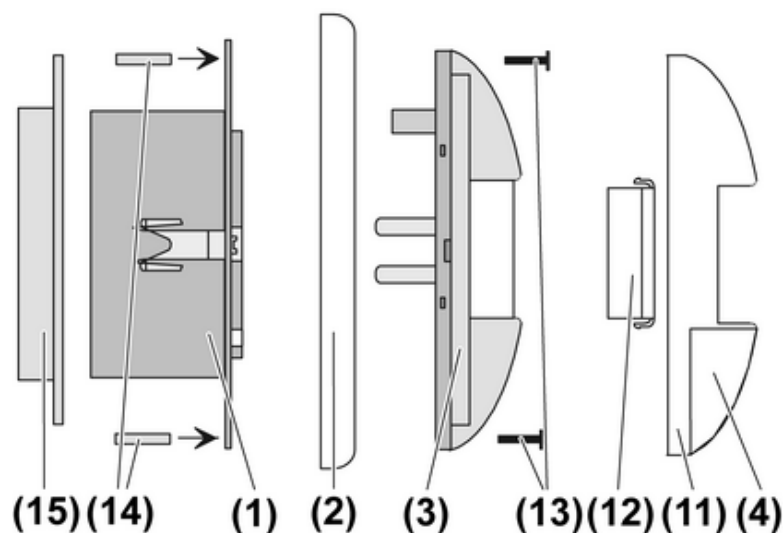
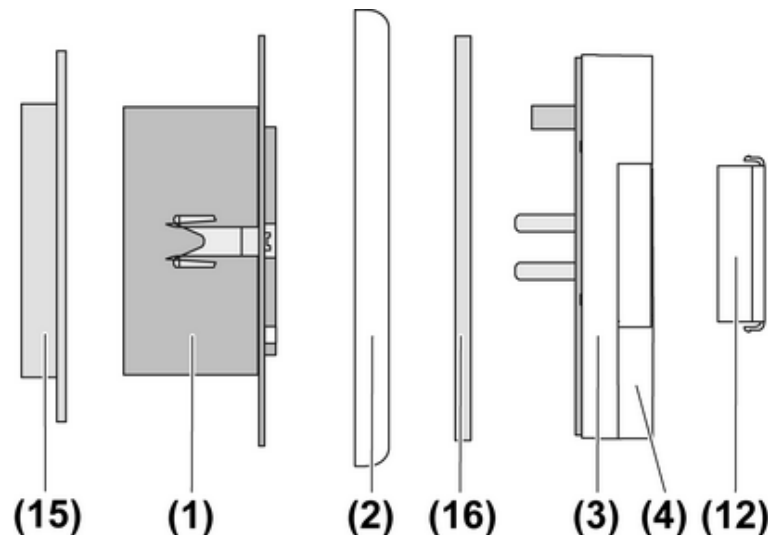

Bild 10: Montage CD- und LS-Programme
Bild 11: Montage AS-, A-Programme und SL500
Je nach Schalterprogramm unterscheidet sich die Montage des Bewegungsmelders, siehe (Bild 10) und (Bild 11).
- Beiliegende rote Gewindestifte (14) für die Diebstahlsicherung in die dafür vorgesehenen Bohrungen des Einsatzes (1) stecken (Bild 10).
- Bei IP44-Montage den Dichtungsflansch (15) in eine Gerätedose nach DIN 49073 einstecken und Unterputz-Einsatz montieren.
- Rahmen (2) positionieren und Bewegungsmelder-Aufsatz (3) aufstecken.
- Bewegungsmelder-Aufsatz mit den beiliegenden Schrauben (13) mit dem Einsatz (1) verschrauben. Dabei die Schrauben nicht zu fest anziehen, da sonst die Gewindestifte (14) beschädigt werden.
- Bei Bedarf Blendenelement (12) in den Designaufsatz (11) einsetzen (siehe Erfassungsbereich einschränken).
- Designaufsatz (11) auf den Bewegungsmelder-Aufsatz (3) drücken.
- Schiebeschalter (4) aufrasten.
- Bei IP44-Montage den Dichtungsflansch (15) (Zubehör) in eine Gerätedose nach DIN 49073 einstecken und Unterputz-Einsatz (1) montieren (Bild 11).